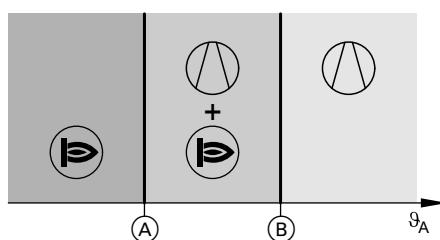
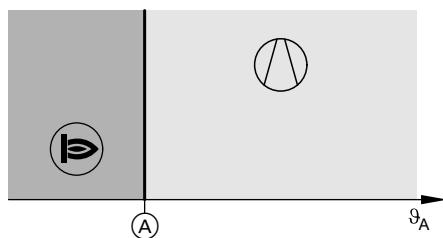

Abb. 13
Abb. 14
Ihr Fachbetrieb hat die beiden Außentemperaturgrenzen (A) und (B) fest eingestellt: Siehe Abb. 13 und Abb. 14.